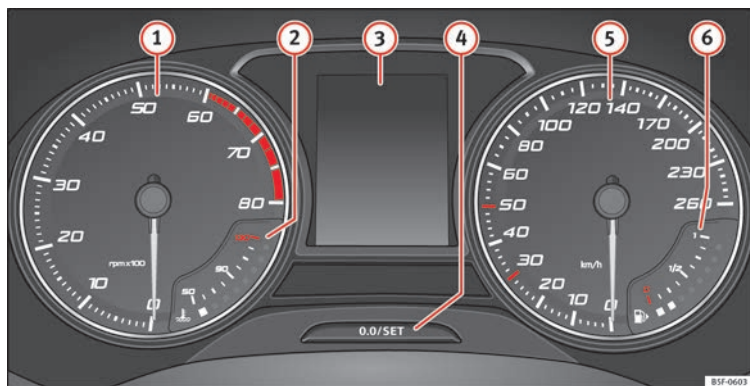

Fig. 119 Quadro strumenti nel cruscotto.
Spiegazioni sugli strumenti » fig. 119:
Il contagiri indica il numero di giri del motore al minuto » **fig. 119 ①**.
La lancetta del contagiri ① » **fig. 119** dovrebbe rimanere il meno possibile nel settore rosso, altrimenti si rischia di danneggiare il motore.
All'accensione del quadro strumenti, sul display » **fig. 119 ③** vengono visualizzate informazioni differenti, a seconda dell'equipaggiamento del veicolo:
- Premere brevemente il pulsante **» fig. 119 4** per riportare il contachilometri parziale a 0.
- Per regolare l'orologio, mantenere premuto il pulsante **» fig. 119 4** per più di 3 secondi per selezionare l'indicatore delle ore o dei minuti.
Mantenere premuto il pulsante **» fig. 119 4** per più di 15 secondi per visualizzare le lettere distintive del motore (MKB) del veicolo. **A »**